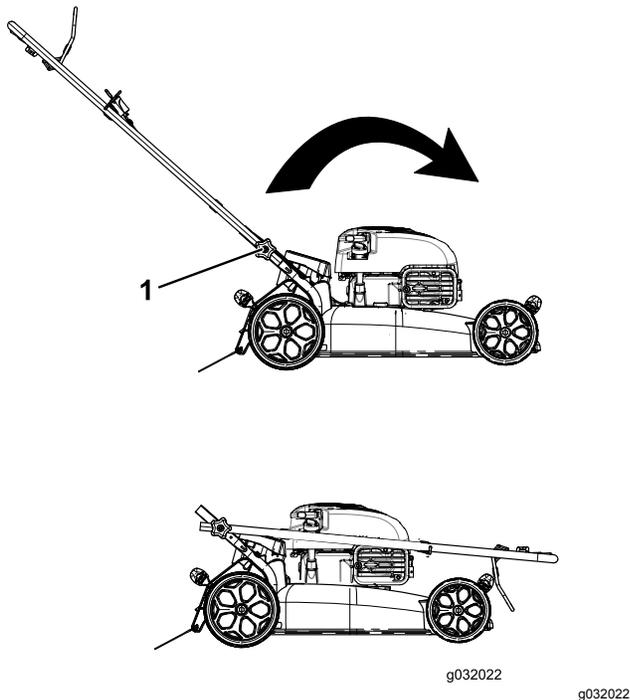

Bild 17
2. Lösen Sie die Holmhandräder, bis Sie den Holm ungehindert bewegen können (Bild 17).
1. Holmhandrad (2)
3. Schieben Sie den Holm nach vorne, siehe Bild 17.